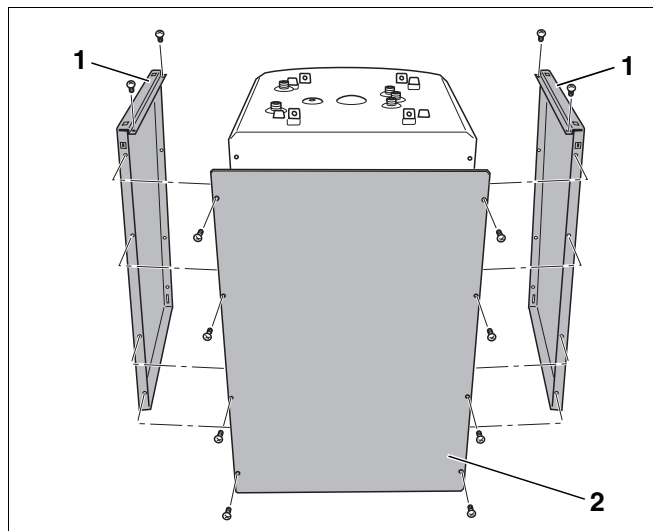

Abb. 6 Seitenwände und Rückwand demontieren
- Schrauben an der Rückwand (Abb. 6, **Pos. 2**) lösen.
- Vier Schrauben oben an den Seitenwänden (Abb. 6, **Pos. 1**) lösen.